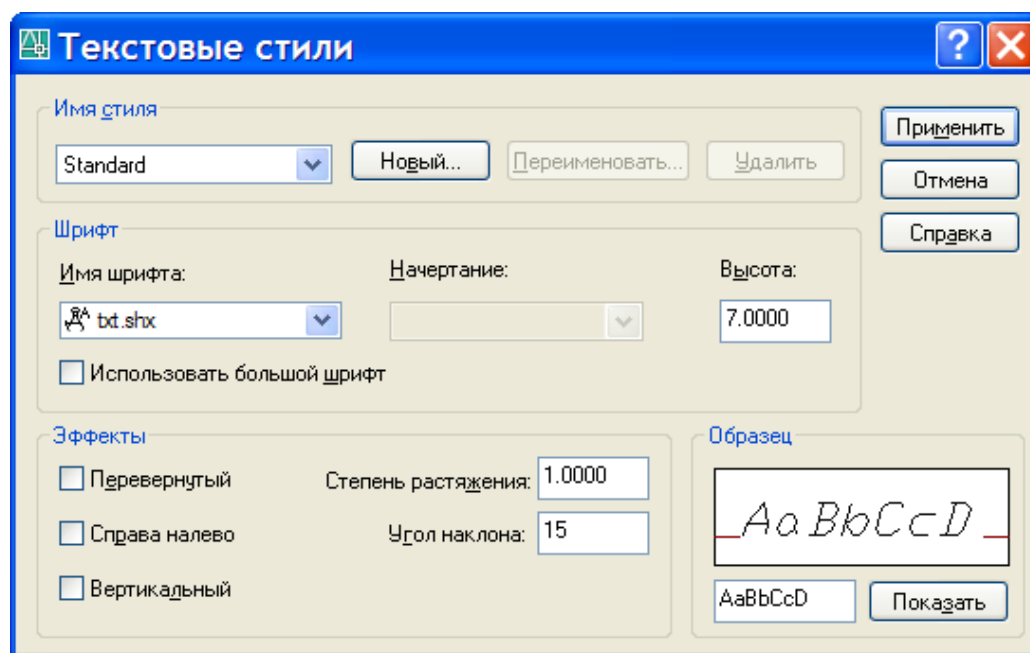

Рис. 1.31. Диалоговое окно Текстовые стили
- Вызовите окно **Текстовые стили** кнопкой  панели инструментов «Текст» и установите в соответствии с рис. 1.31.